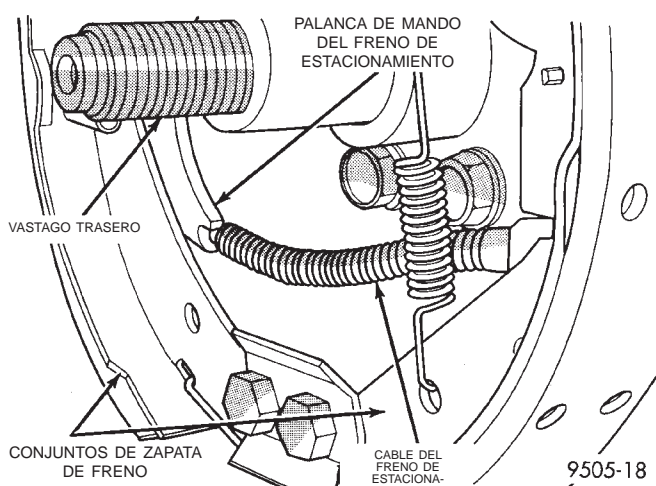
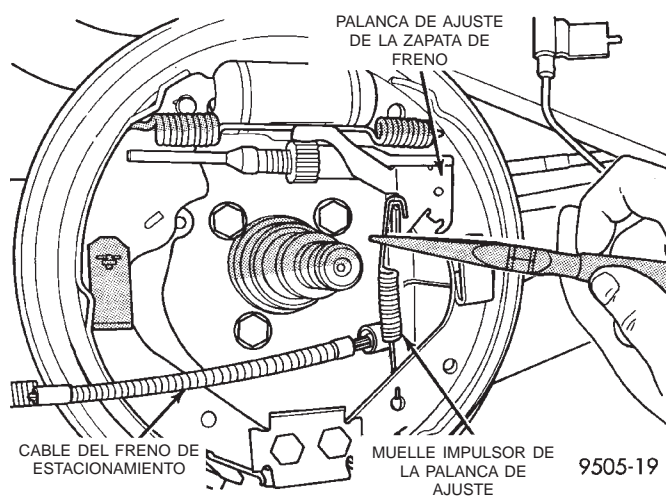

Fig. 148 Fijación del cable del freno de estacionamiento a la palanca de mando
Fig. 149 Muelle impulsor de la palanca de ajuste del freno
(18) En los vehículos que tienen instalados frenos traseros de tambor, retire el cable del freno de estacionamiento de la palanca de mando del freno de estacionamiento (Fig. 148). Luego retire el muelle impulsor (Fig. 149) entre el conjunto de la palanca de ajuste de la zapata de freno y la zapata de freno.
(4) **En los vehículos que tienen instalados frenos traseros de tambor**, instale el cable del freno de estacionamiento en la palanca de mando del cable del freno de estacionamiento (Fig. 148). Luego instale el muelle impulsor entre el conjunto de la zapata de freno y la palanca de ajuste del freno (Fig. 149).